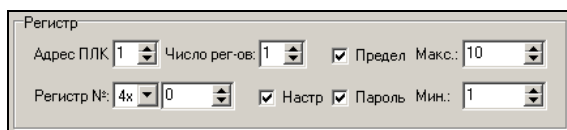

Рис. 4.14. Область отображения данных
- Когда флажок переключателя установлен, то активируются переключатель «Предел», поля задания минимального и максимального значения контролируемого регистра, переключатель «Пароль» (см. рис. 4.14).